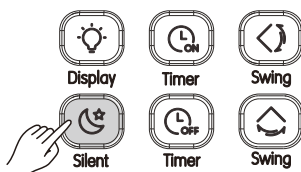

Abb. 3.14
1) Wenn sich das Gerät im Kühl- oder Heizbetrieb befindet, drücken Sie  (siehe Abb. 3.14), um die Stumm-Funktion zu starten. Auf dem Bildschirm wird das Symbol angezeigt: